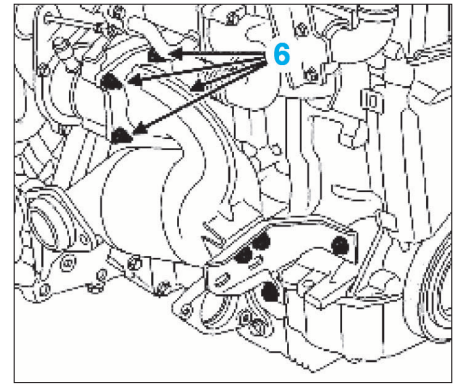

FIG. 77
- la vis de fixation (5) puis le tube d'admission d'air,
- les vis de fixation (6) du catalyseur sur le turbocompresseur (Fig.77),